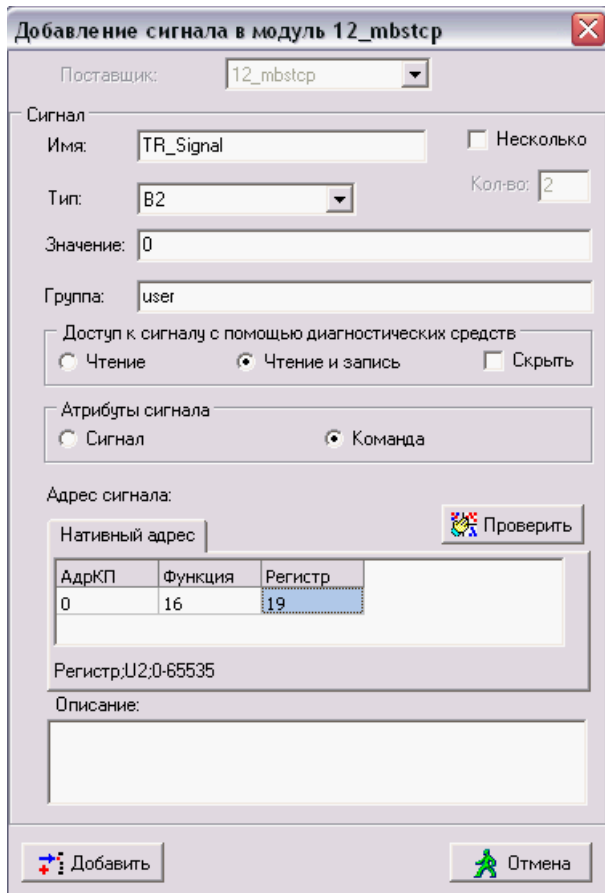

Рис. 9.4 Окно добавления сигнала TR_Signal
9. В этой же закладке добавьте сигнал телерегулирования TR_Signal. Опишите его согласно Рис. 9.4.